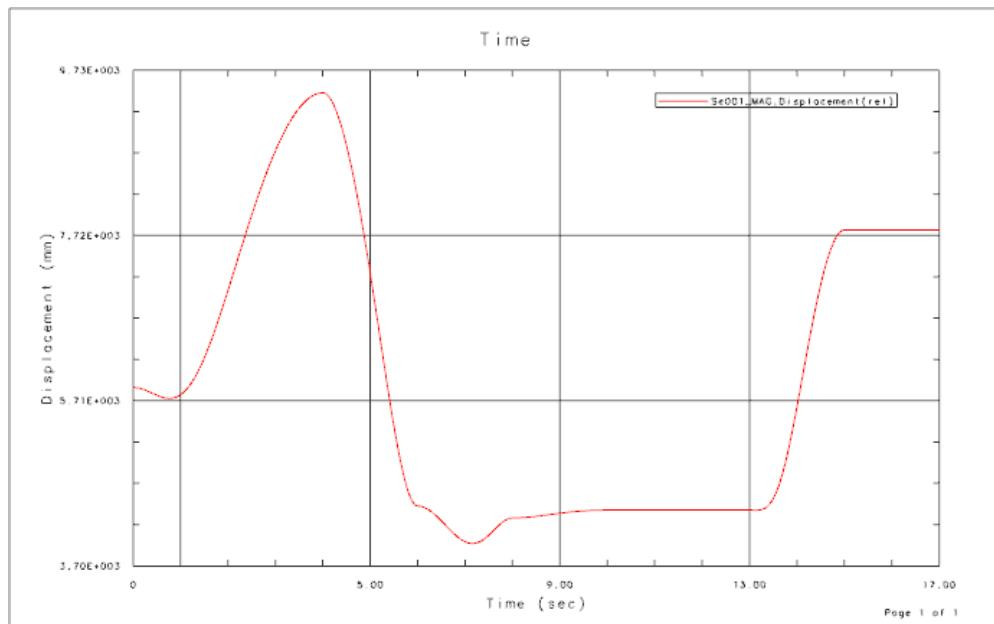

图 10.8.38 位移-时间曲线
(3) 定义传感器。
① 选择命令。选择下拉菜单**插入(S)** →  **传感器(S)...** 命令，系统弹出“传感器”对话框。
② 设置传感器参数。在“传感器”对话框**类型**下拉列表中选择 **位移**选项，在**设置**区域**分量**下拉列表中选择**线性幅值**选项，在**参考框**下拉列表中选择**相对**选项。
③ 定义参考。单击“传感器”对话框**对象选择**区域中的**\*测量(O)**按钮，在运动导航器中选取标记“A002”为测量对象；然后单击**\*相对(O)**，在运动导航器中选取标记“A001”为相对标记。
④ 单击**确定**按钮，完成传感器的创建。
(4) 对解算方案再次进行求解。选择下拉菜单**分析(A)** →  **运动(M)...** →  **求解(S)...** 命令，对解算方案再次进行求解。
(5) 输出位移曲线。
① 选择下拉菜单**分析(A)** →  **运动(M)...** →  **图表(G)...** 命令（或者在“运动”工具栏中单击 →  **作图**命令），系统弹出“图表”对话框，单击其中的**对象**选项卡。
② 在“图表”对话框的**运动模型**区域选择传感器**Se001**，单击**Y 轴定义**区域中的按钮。
③ 选中“图表”对话框中的**保存**复选框，然后单击**...**按钮，选择\ug85.16\work\ch10.08\0\_backhoe\_asm\0\_backhoe\_asm.afu 为保存路径。
④ 单击**确定**按钮，系统进入函数显示环境并显示两个标记之间的位移-时间曲线，如图 10.8.38 所示。